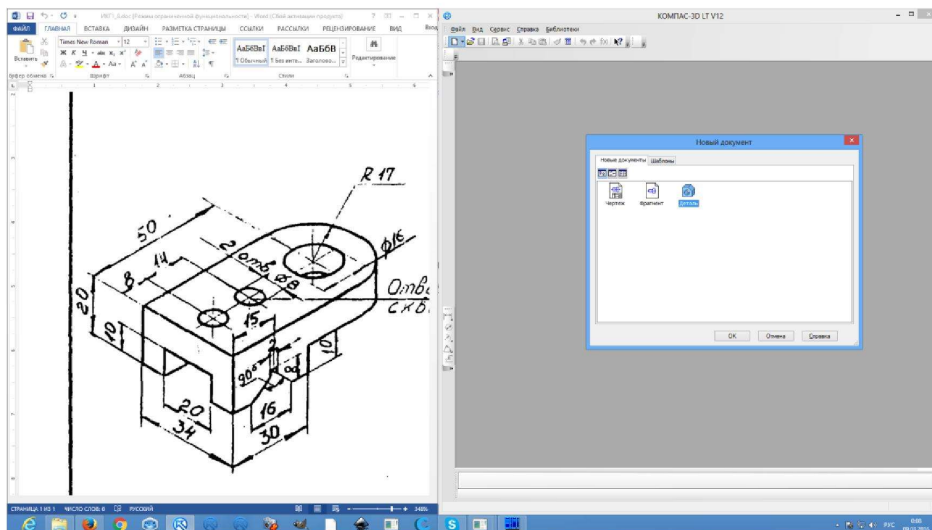
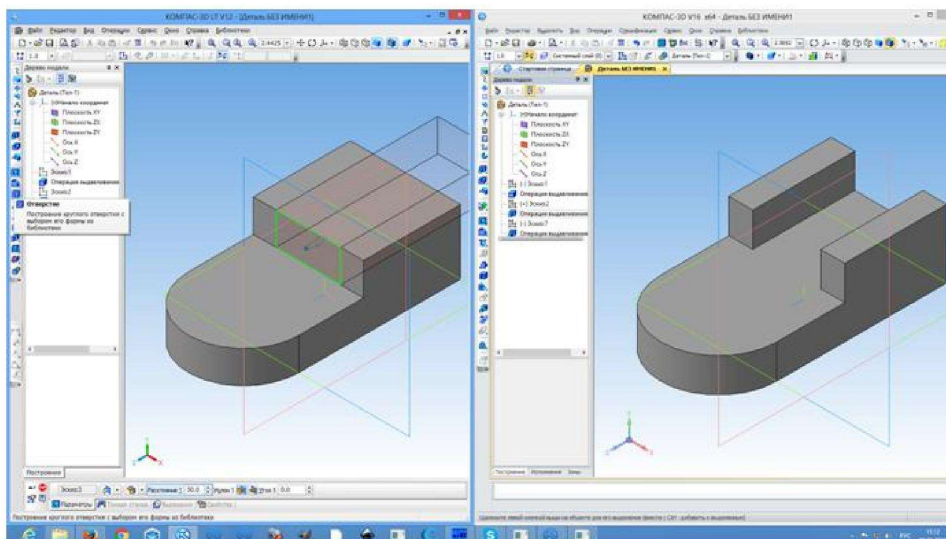

Рис. 23
Рис. 40
- увеличьте задание до удобного размера, чтобы были видны все элементы детали, как показано на рис. 23;
- для удобства построения модели детали расположите задание и программу КОМПАС 3D LT в соответствии с рис. 23.
В данном практикуме будут рассмотрены два варианта построения детали, изображенной на рис. 23 в программном обеспечении КОМПАС 3D LT и КОМПАС 3D ver. 16, для того чтобы показать возможности различных версий программного обеспечения (рис. 24). В правой части экрана будет рассмотрен вариант создания модели с использованием КОМПАС 3DLT, в левой части экрана будет использован КОМПАС 3D ver. 16. В обоих вариантах будет создаваться одна и та же модель, но с применением разных методов.
Внимательно посмотрим на задание рис. 23 и представим данную модель в технологическом процессе, что дает возможность сказать, что главный
Вновь полученные профили на рис. 40 по внешним очертаниям стали соответствовать профилю детали на рис. 23.